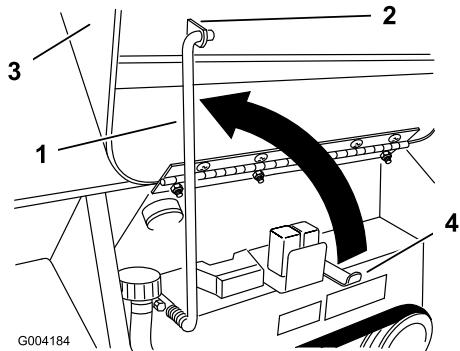

Рисунок 23
4. Отведите подпорный стержень вверх и закрепите его в кронштейне на капоте (Рисунок 23).